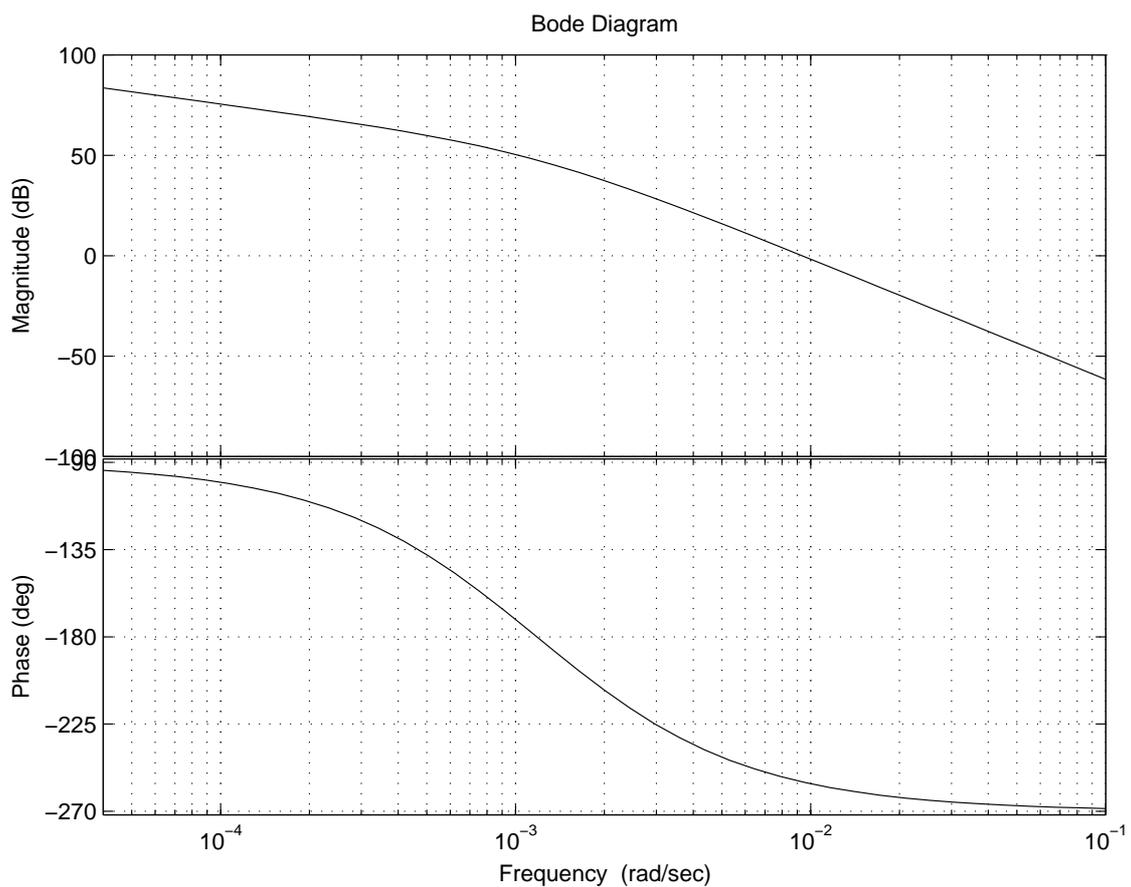

FIG. 2 – Diagramme de Bode de la FTBO pour $K_i = 1$
- 1.5) La réponse harmonique de la FTBO pour $K_i = 1$ est donnée sur la figure 2. Donner la valeur des marges de stabilité.